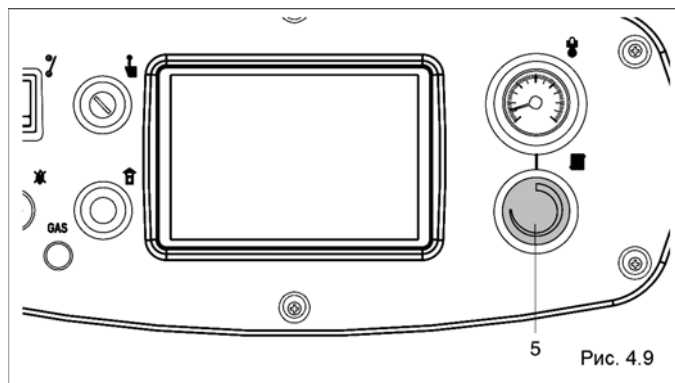

Рис. 4.9
- при изменении настройки термостата котла (5, рис. 4.9);